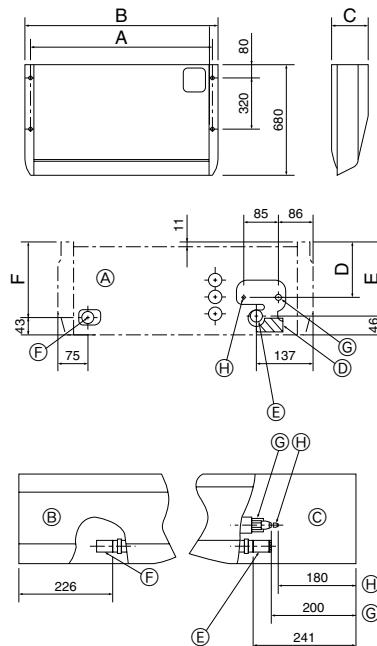

Fig. 3-2
①	Rondella	4
②	Coperchio del tubo	1 Diametro superiore (Per la tubazione del gas)
③	Coperchio del tubo	1 Diametro inferiore (Per la tubazione del liquido)
④	Nastro	4
⑤	Staffa di attacco	1 Marcata 'UNIT'
⑥	Coperchio della presa	1
⑦	Coperchio della tubazione di drenaggio	1
3.2. Preparazione dell'installazione (Fig. 3-2)